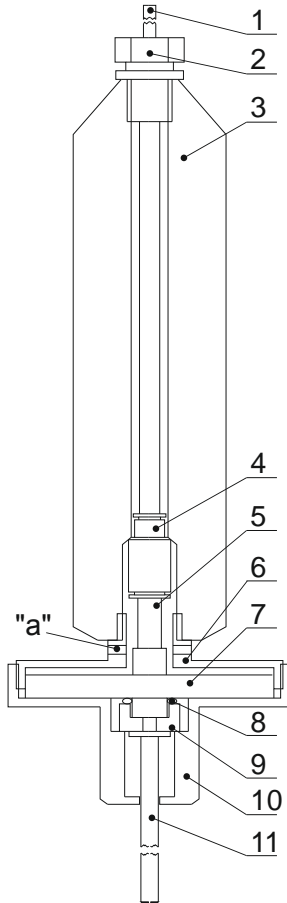

Рис. 4. Схема пробника
3.7. Для замены фильтра противопылевого (см. рис. 4):